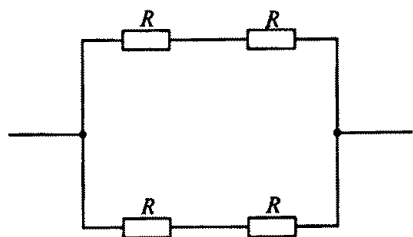

Рис. 18
1.32. Каково эквивалентное сопротивление цепи, показанной на рис. 18, если все резисторы в ней имеют одинаковое сопротивление R ?